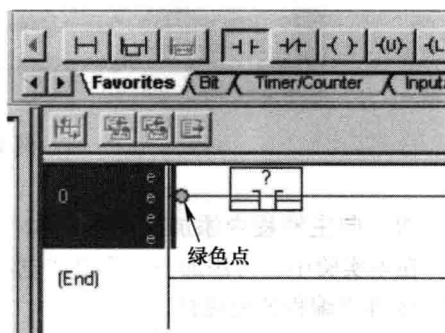

图 1-8 选择并插入闭合指令
4. 在指令工具栏中, 左键单击并按住检查是否闭合指令  如图 1-8 所示。
5. 将 XIC 拖到梯级 0 上, 直到出现如图 1-8 所示的绿色点。在想要放置指令的位置上释放鼠标按键。